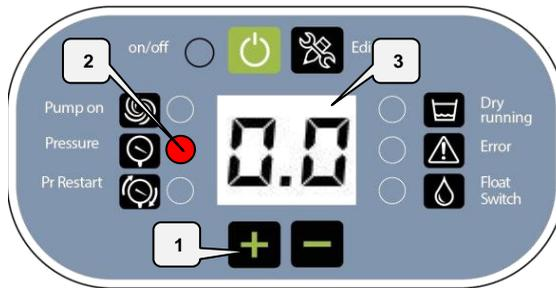

Figura 12
2. Con il PresSystem ancora spento, premere il tasto **+** (1) (Figura 12).
3. Con il tasto **+** premuto, accendere il PresSystem fino a quando il **LED PRESSURE** (2) inizia a lampeggiare (Figura 12).
5. La conferma di essere entrati nella procedura di calibrazione è data dal fatto che il display visualizzi il valore "0.0" (3) ed il **LED PRESSURE** lampeggi (2). È quindi possibile procedere alla memorizzazione dei valori minimo e massimo a partire dal punto 6.
2. Press the **+** button (1) (Figura 12) when the PresSystem is turned off.
3. With the **+** button pressed, turn on the PresSystem until the **LED PRESSURE** (2) blinks (Figura 12).
5. If you are entered in calibration procedure, the display shows "0.0" (3) and the **LED PRESSURE** is blinking (2). You can proceed to store the minimum and maximum values from step 6.